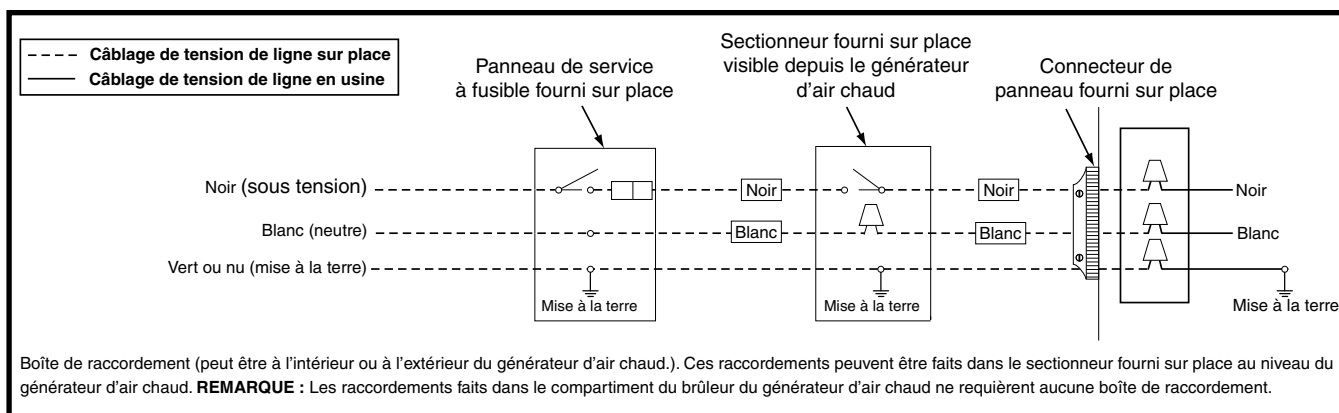

Figure 21. Câblage de tension de ligne sur place
- Un sectionneur doit être installé à un emplacement facilement accessible et visible depuis le générateur d'air chaud. Consulter la Figure 21 ou l'étiquette de schéma de câblage à l'intérieur de la porte de commande. Tout autre méthode de câblage doit être acceptable par l'autorité compétente.
- Il faut maintenir la polarité de tension de ligne appropriée afin que le système de commande fonctionne correctement. Vérifier que la ligne neutre entrante est raccordée au fil blanc et que la ligne SOUS TENSION entrante est connectée au fil noir. Le générateur d'air chaud ne fonctionne pas si la polarité et la mise à la terre sont mal branchés, comme indiqué dans la Figure 21.